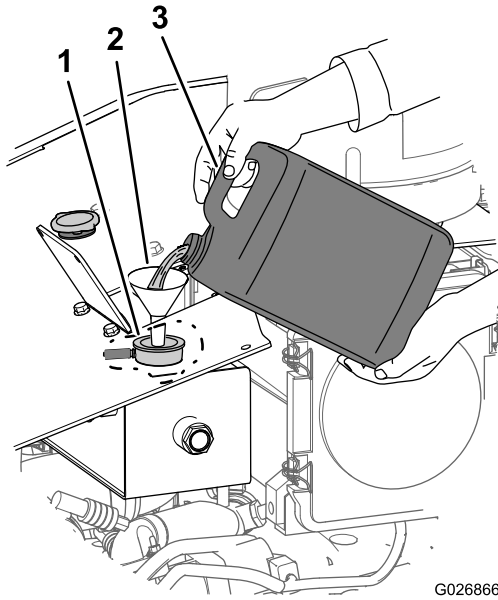

Bild 105
2. Füllen Sie die Kühlanlage mit der angegebenen Kühlmittelmischung (Bild 105), bis der Stand in der Mitte des Schauglases liegt (Bild 98).